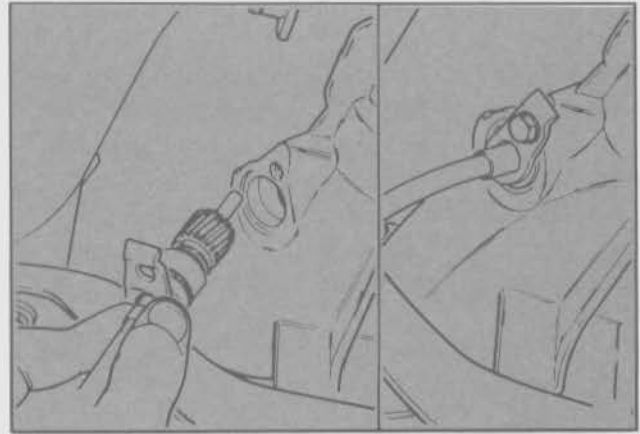

Fig. 32 - Conexión del cable del velocímetro
- Conectar el cable del velocímetro (Fig. 32).